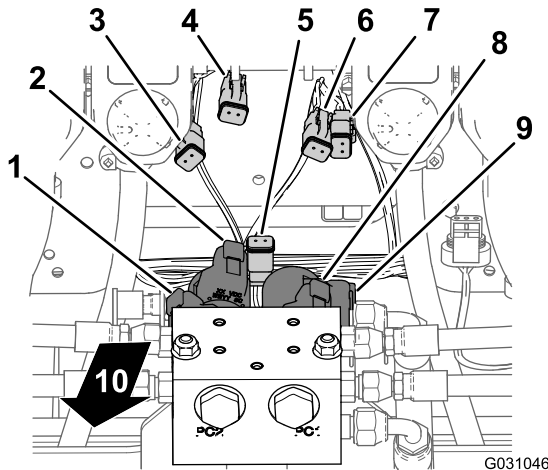
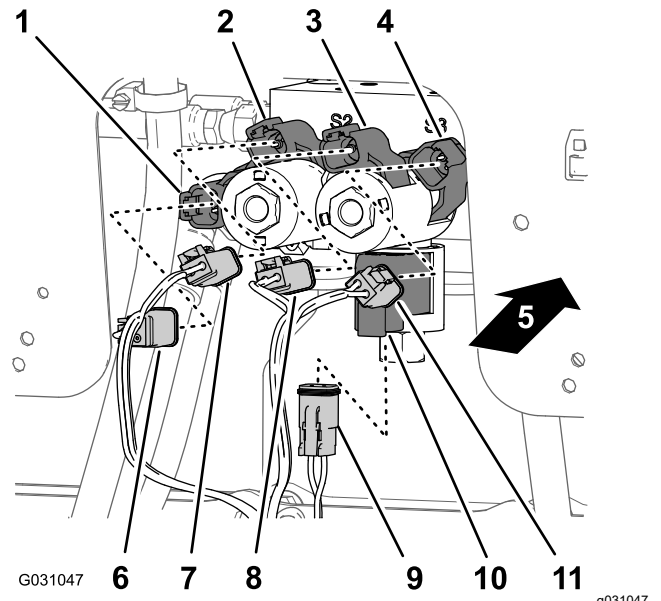

Figura 104
Figura 105
hembra de 2 vías del arnés de cables trasero marcado **Enable Solenoid** (solenoido de activación) al conector de 2 pines del solenoide de activación (Figura 104 y Figura 105).
2. En el solenoide derecho inferior, conecte el conector hembra de 2 vías del arnés de cables trasero marcado **Right Down** al conector de 2 pines del solenoide Bajar derecho (Figura 104 y Figura 105).
3. En el solenoide derecho superior, conecte el conector hembra de 2 vías del arnés de cables trasero marcado **Right Up** al conector de 2 pines del solenoide Subir derecho (Figura 104 y Figura 105).
pinos del solenoide Bajar izquierdo (Figura 104 y Figura 105).